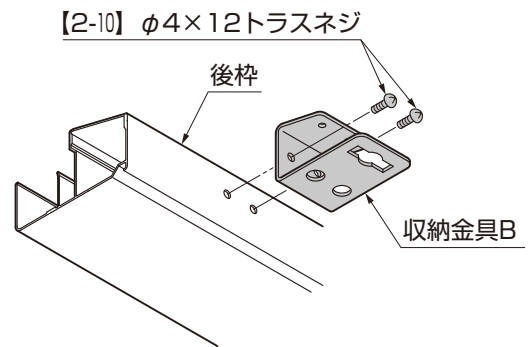

図4-4
- ② 収納金具Bを【2-10】で後枠に取付けてください。(図4-4参照)